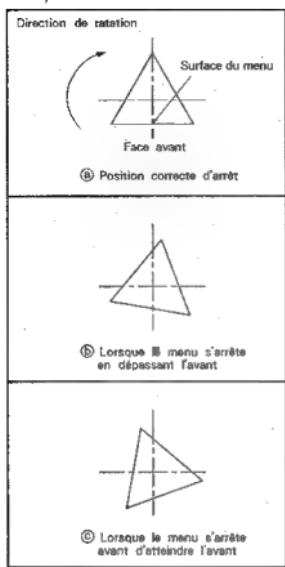

Fig. 7-4
- Desserrer la vis ④, puis serrer la vis ④ en la tournant dans le sens des aiguilles d'une montre.
- Desserrer la vis ④, puis tourner la vis ④ dans le sens contraire des aiguilles d'une montre pour la desserrer.
- (5) Tourner le menu de nouveau, et serrer fermement la vis ④ lorsque l'il s'arrête en dirigeant ses surfaces vers l'avant. (Fig. 7-4 ④)
- (6) Finalement, tourner le menu et vérifier qu'il s'arrête en dirigeant toutes ses trois surfaces vers l'avant à chaque rotation de 120°.